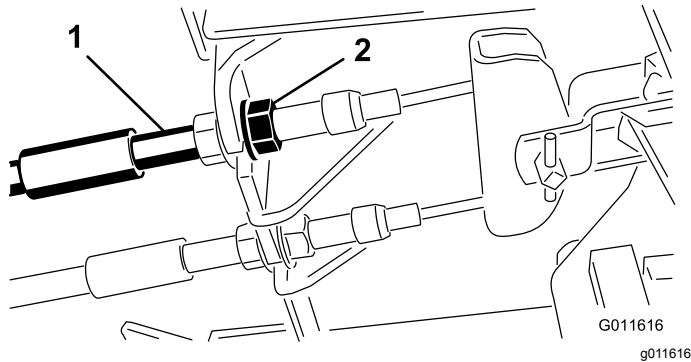

図 47
1. 遊びを減らすブレーキを締めるには、ブレーキケーブルのねじ山の前ナットをゆるめ、後ろのナットを締める 図 47。